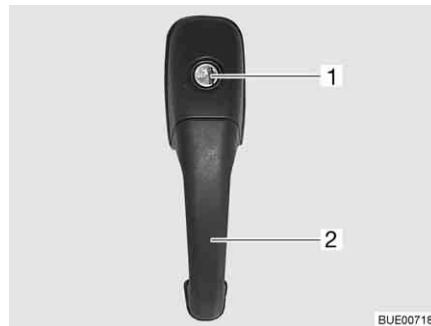

Bild 35 Türschloss Eingangstür, außen
- Schlüssel in Schließzylinder (Bild 35,1) stecken und drehen, bis das Türschloss entriegelt ist.
- Am Türgriff (Bild 35,2) ziehen. Die Tür ist geöffnet.
- Schlüssel in Schließzylinder (Bild 35,1) stecken und drehen, bis das Türschloss verriegelt ist.